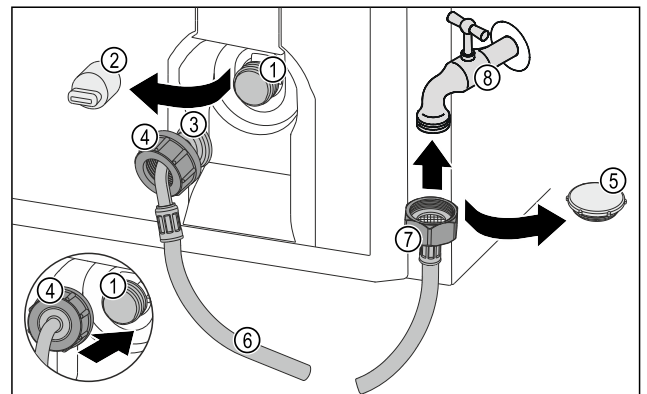

Fig. 45
- ▶ Verschlusskappe Fig. 45 (5) entfernen.
- ▶ Gerades Schlauchende Fig. 45 (7) am Wasserhahn Fig. 45 (8) ansetzen.
- ▶ Mutter am geraden Schlauchende Fig. 45 (7) im Uhrzeigersinn festziehen.